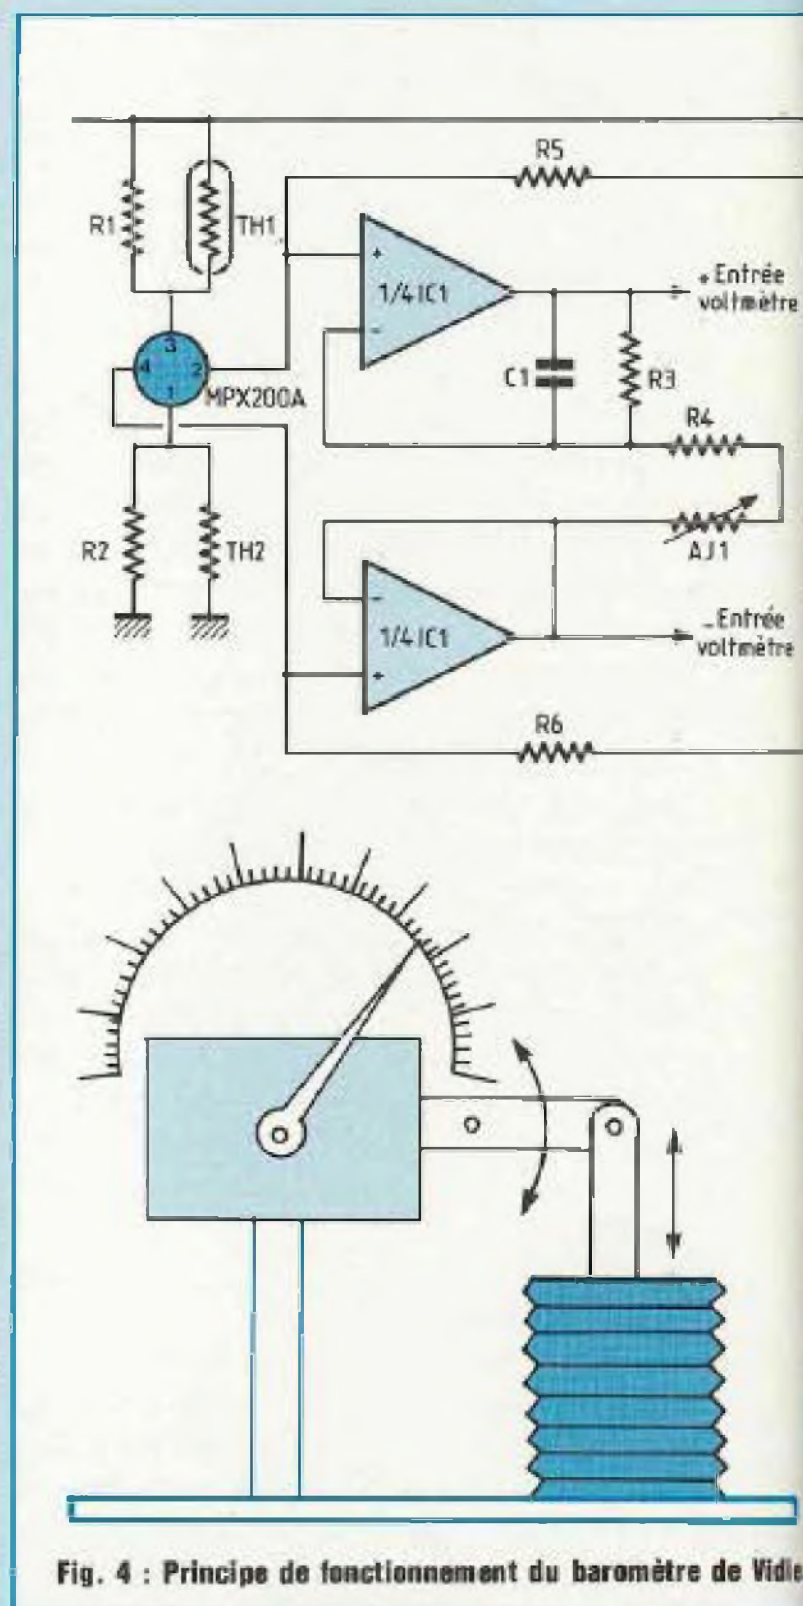

Fig. 4 : Principe de fonctionnement du baromètre de Vidie.
Il a été ensuite construit des baromètres métalliques (ou anéroïdes). Le plus courant, appelé baromètre de Vidie (du nom de son inventeur) fonctionne de la façon suivante (figure 4). Une boîte métallique (1), dans laquelle le vide a été effectué, est soumise aux variations de la pression atmosphérique. La déformation de la boîte entraîne ainsi un ensemble de pièces mécaniques qui commande directement le déplacement de l'aiguille sur le cadran. La photo 2 vous montre l'aspect d'un tel baromètre.